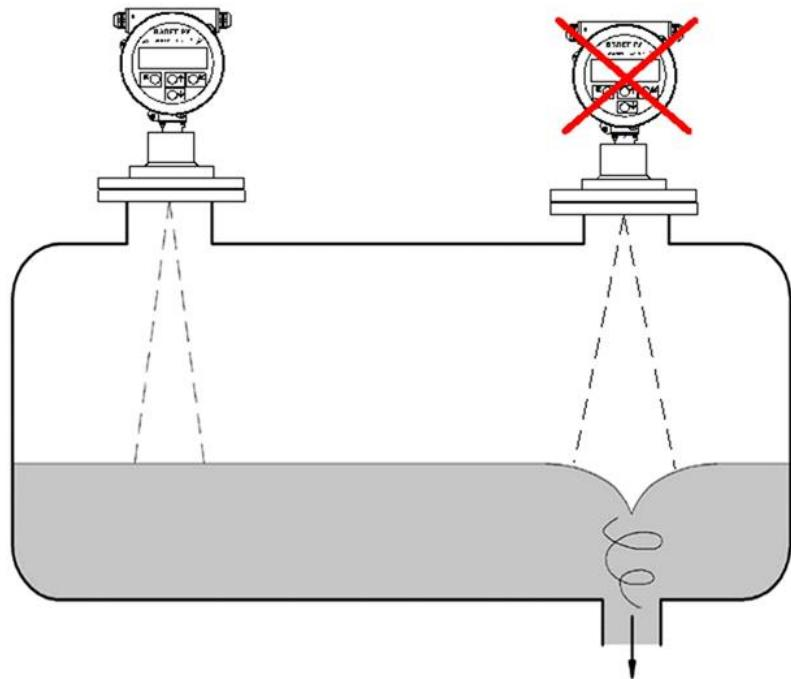

Рис.4 - Установка прибора на резервуар с выгрузкой продукта.
4.1.3.3 При выгрузке продукта из резервуара, на поверхности продукта может образоваться воронка. Это надо учитывать при выборе места размещения прибора. Прибор необходимо устанавливать над местом с самой гладкой поверхностью продукта (рис.4).